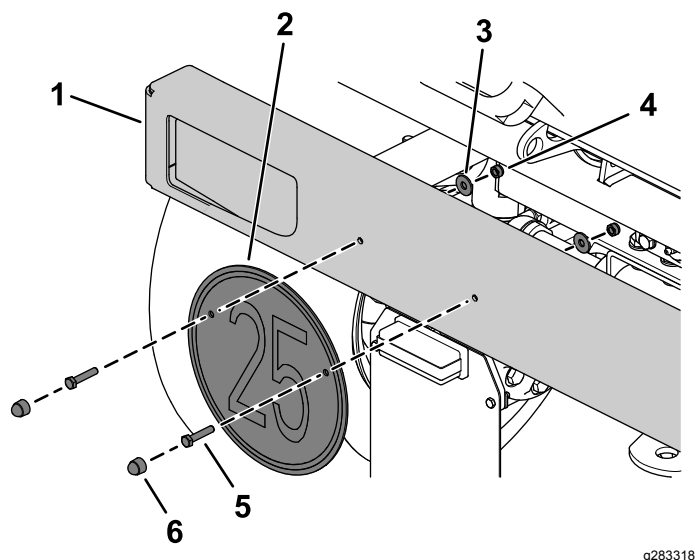

Figura 3
6. Montate la piastra di alluminio sul paraurti posteriore passando nei fori esistenti del paraurti con 2 viti di arresto (M6 x 30 mm), 2 rondelle ($\frac{1}{4}$ "), 2 dadi di bloccaggio (M6) e 2 dadi ciechi (M6) come illustrato nella Figura 3.